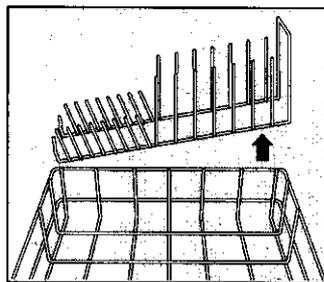

Figure 6
- Batterie de cuisine, casseroles et poêles, face tournée vers le bas dans le panier inférieur. Enlevez les pièces amovibles si nécessaire (figure 6).